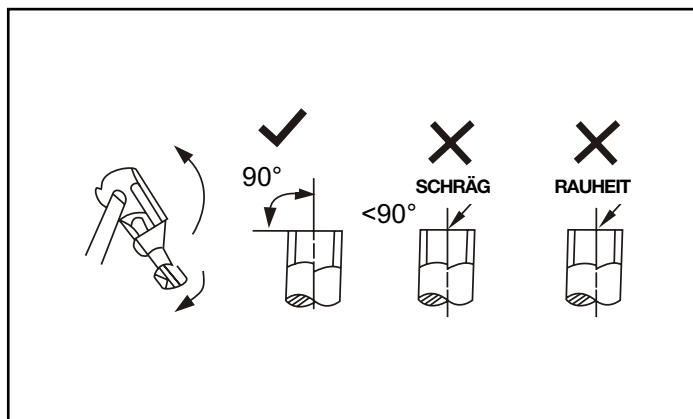

Abb.12
- 1c. Die Leitungen müssen 90° zur Achse sauber und glatt abgeschnitten werden. (Abb. 12)